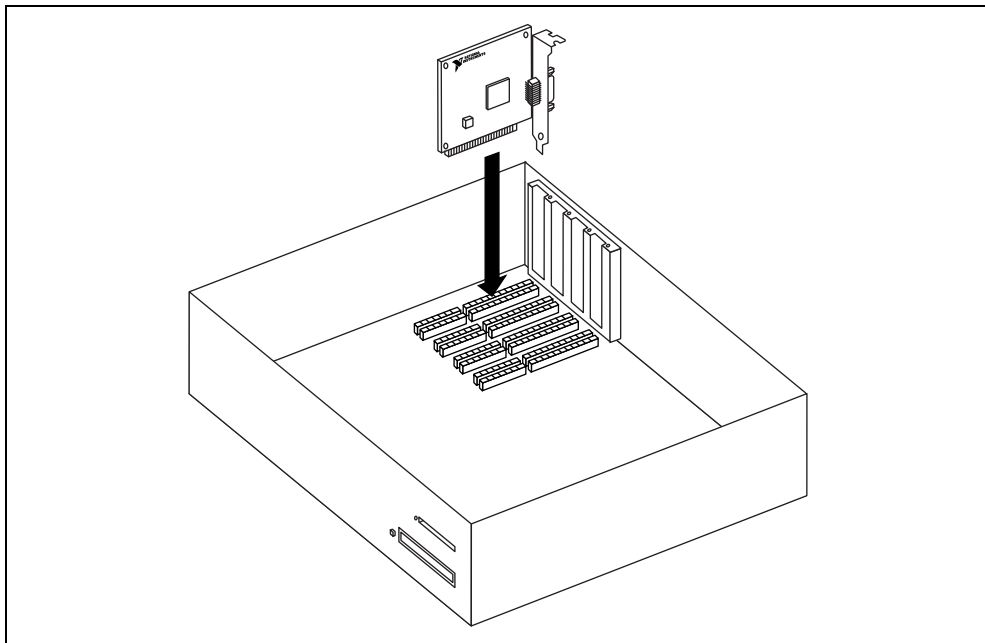

図6 GPIB-PCII/IIA のインストール方法
6. 図6のように、 GPIB-PCII/IIA ボードの GPIB コネクタが背面パネルから突き出た状態で、ボードをスロットに差し込みます。きつい場合もありますが、無理にボードを押し込まないでください。